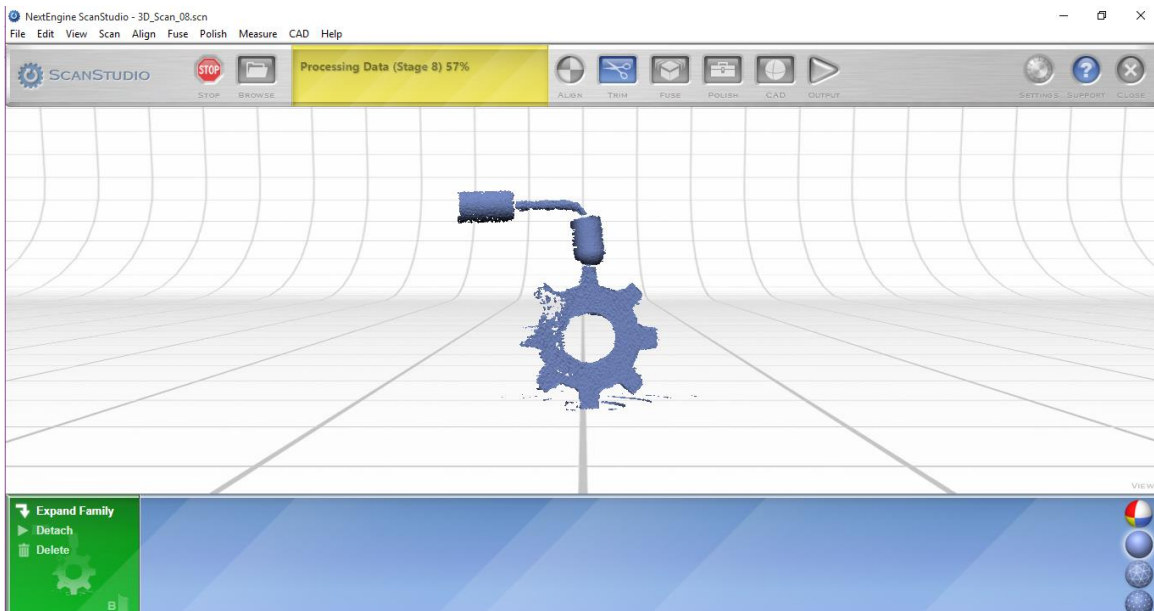

Figura 37. Objeto escaneado.
- Cuando se haya finalizado el proceso se muestra el objeto escaneado como en la Figura 37.